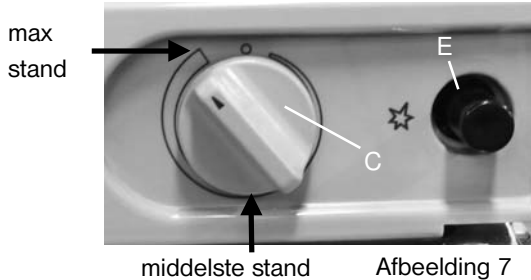

Afbeelding 5
11. Het ontsteken van de gasbrander (Afb. 5, 6, 7)